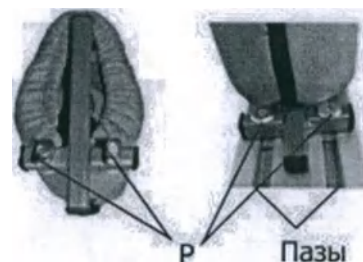

Рис. 140
10) Регулировка абдуктора по высоте (при наличии) (рис.140)